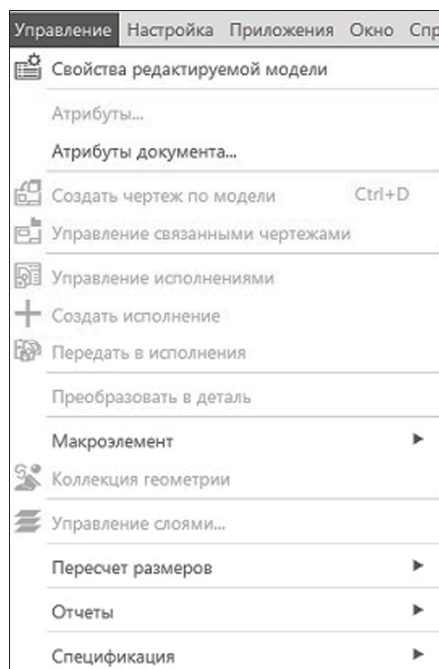

Рис. 18.8. Выпадающее меню пункта **Управление**
- ◆ **Управление** — содержит команды управления спецификациями и отчетами (рис. 18.8);